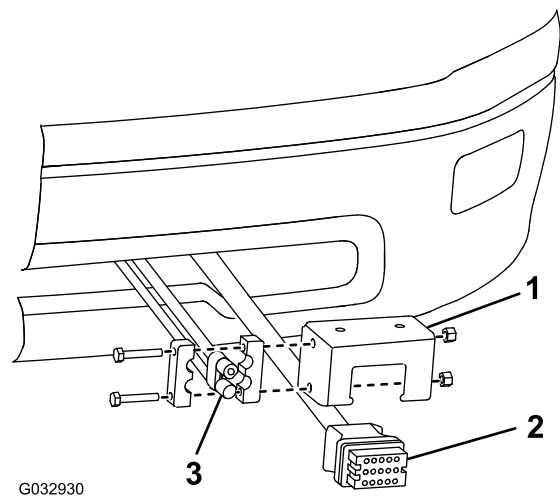

Bild 19
27. Befestigen Sie den Kabelbaumschluss des Schneeschilds an der Fahrzeugseite mit der Befestigungshalterung für den Steuerkabelbaum am unteren Teil der Stoßstange an (Bild 19).
28. Befestigen Sie den schwarzen und roten Strom- bzw. Erdungsanschluss an der Befestigungshalterung des Steuerkabelbaums (Bild 19).